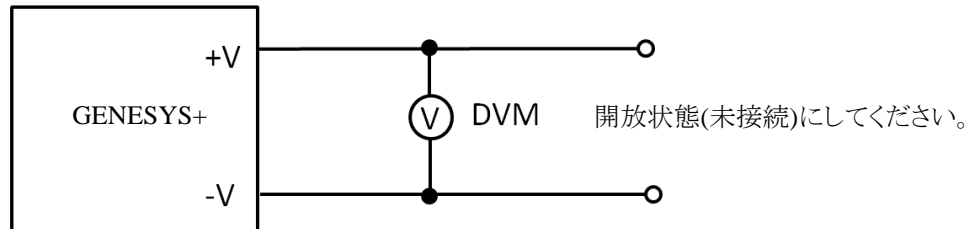

図4-70 DVMの接続図 (CV動作確認の場合)
- 図4-70のように出力端子にDVM(電圧計)を接続してください。